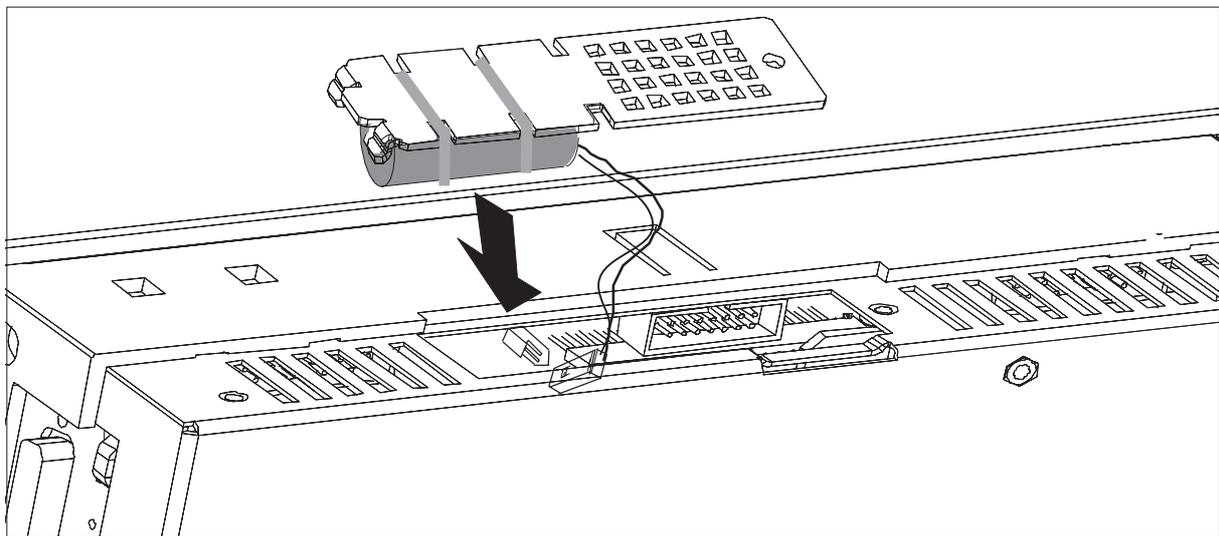

Figura 11-3 Inserimento della batteria tampone
3. Estrarre il connettore della batteria tampone (vedere figura 11-3).
4. Asportare le fascette che fissano la batteria al coperchio (vedere figura 11-3).
6. Innestare il connettore del cavo di collegamento della batteria nel connettore vaschetta bipolare. Il connettore è codificato e quindi protetto da eventuali inversioni di polarità involontarie (vedere figura 11-3).